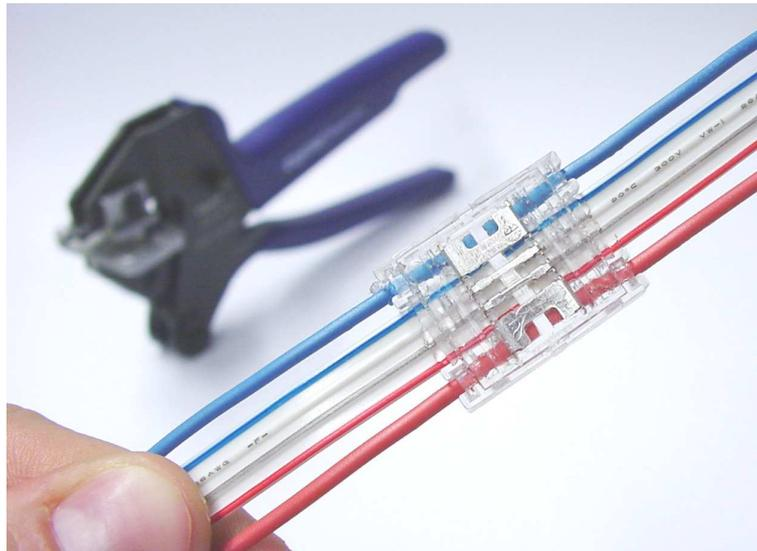

Abbildung 13
5. Zum Schluss wird der Handgriff wieder geöffnet und der Verbinder mit den eingedrückten Kabeln kann entnommen werden (siehe Abbildung 13).